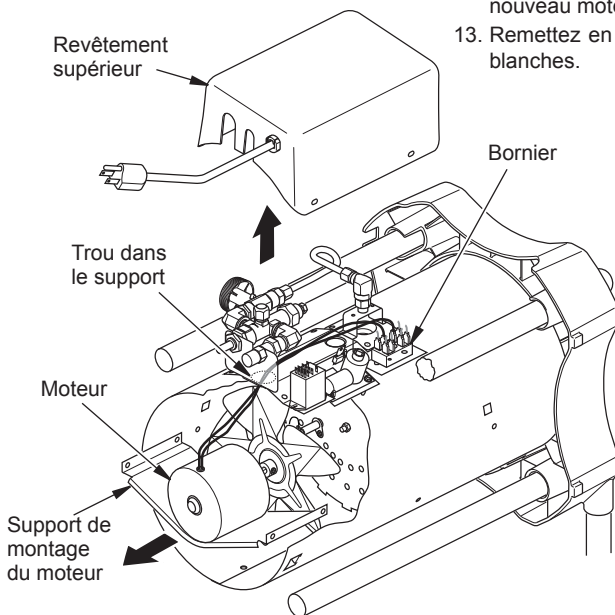

Figure 6 - Retrait du ventilateur et du moteur
3. Détachez les fils du moteur et du ventilateur du bloc de jonction sous le capot supérieur (voir figure 6).
- Fils du moteur d'itinéraire trou dans le haut de la coquille à (voir Figure 6, page 48).
- Rebranchez les fils du moteur et du ventilateur pour les mêmes messages sur bornier comme retirée à l'étape 3, page 48 (voir figure 6, page 48).
19. Acheminez les fils du moteur à travers l'orifice sur le dessus de l'habillage (voir figure 6, page 48).
20. Rebranchez les fils du moteur aux mêmes bornes sur le bornier que lors du démontage à l'étape 3 (voir figure 6, page 48).